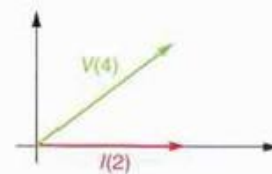

Fig. 5.41.
5. Dos señales alternas, tensión e intensidad, vienen dadas por el siguiente diagrama vectorial (Fig. 5.41):